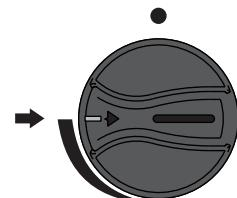

Fig. 1
2. Gire o botão no sentido anti-horário na posição máxima, à 90°, conforme imagem (Fig. 1);
- Para o assado de bolos recomenda-se o uso de somente uma (1) grade, com a mesma localizada no segundo trilho de cima para baixo estando, assim, mais longe do aquecimento (Fig. 1);